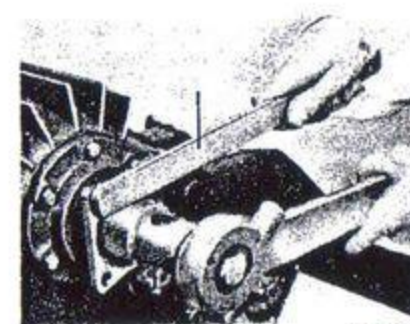

Bild 68. Medbringaren tas isär.
4. Håll medbringaren på ingående axeln med tappnyckel SVO 2351 (bild 68). Lossa muttern och dra av medbringaren med avdragare SVO 2308. Pressa ut axeln. Lossa locket och ta bort kullagret.